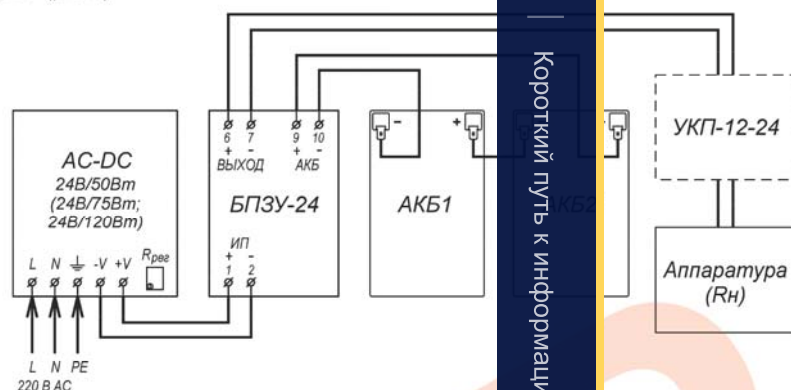
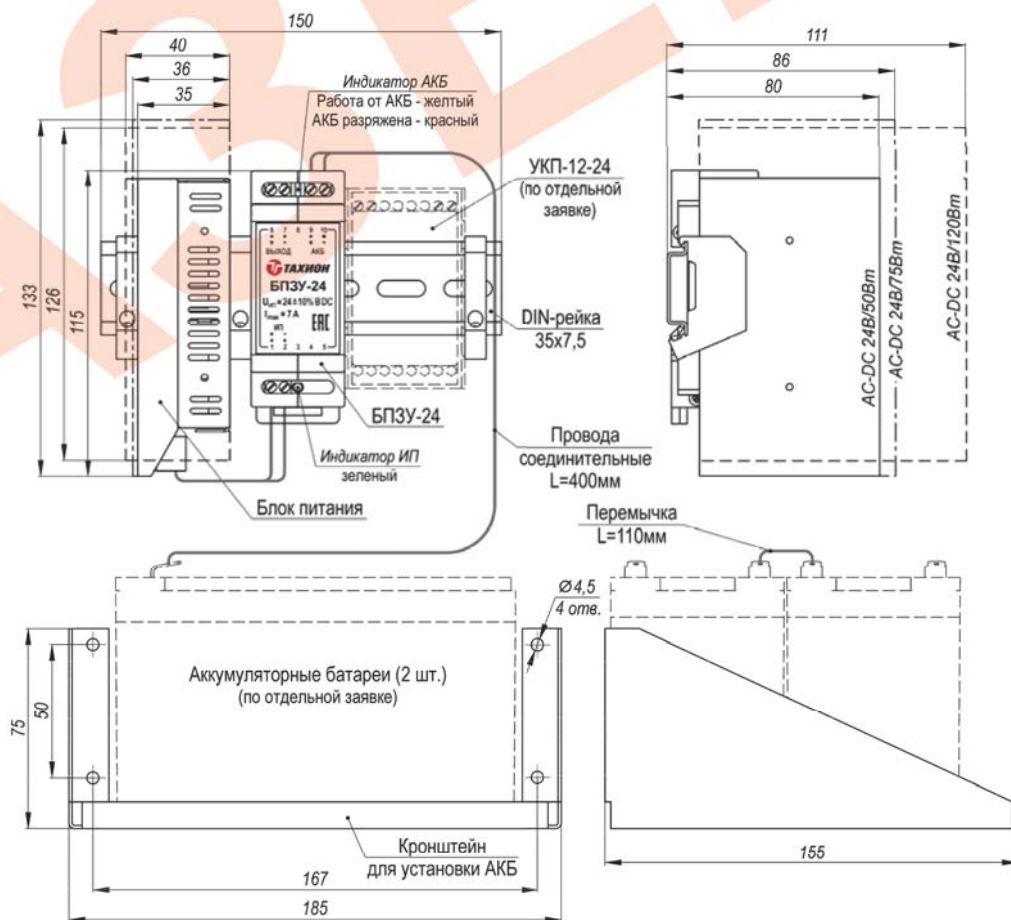

Рис.2 Схема электрическая принципиальная
Рис.1 Устройство, габаритные и установочные размеры
Подключение цепей изделий производится в соответствии со схемой электрической принципиальной (рис.2). Для подключения необходимо:
2. Установить аккумуляторные батареи на кронштейн (рис. 2) и подключить их проводами соединительными к контактам 9 (+) и 10 (-) БПЗУ-24, соблюдая полярность. Соединить аккумуляторы перемычкой.
4. Подать трехпроводным кабелем напряжение питания на соответствующие контакты блока питания, при этом фазный провод (L) соединить с контактом 1, нулевой провод (N) с контактом 2, а провод заземления соединить с контактом 3.
5. При необходимости отрегулировать значение выходного напряжения при помощи потенциометра «Ррег» (рис.2).
| 12. Габаритные размеры .....                                    | см. рис.1                                                        |
Устройство изделия приведено на рис.1, схема подключения на рис.2.